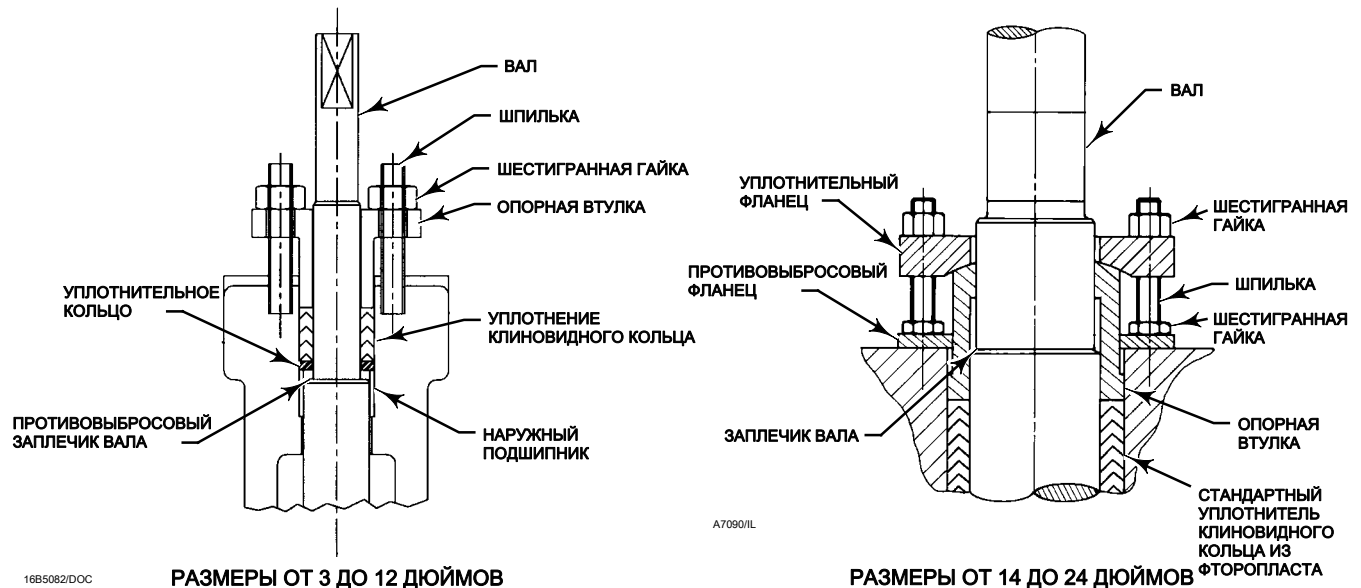

Рис. 6. Детализовка противовыбросовой конструкции
2. Затем снимите шестигранные гайки (поз. 18) и опорную втулку (поз. 11). Теперь доступ к уплотнению (поз. 13) открыт. Данные о защите от выбросов см. на рис. 6.
3. Снимите противовыбросовое устройство (см. рис. 6). Снимите шестигранные гайки и выньте опорную втулку.